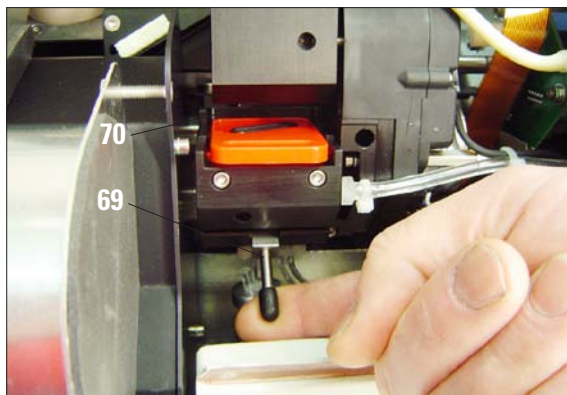

図 58
- レバー (69) を押し上げ、赤のロケーションプレート (70) をシールリップとともに取り外します (図 58)。
- 装置 (89) に付属の綿棒をアルコールで湿らせます。アルコールをつけすぎないように注意してください。アルコールが装置内にたれないようにしてください。
- 小型レバー（69、図 58）を押して、元の位置に戻します。